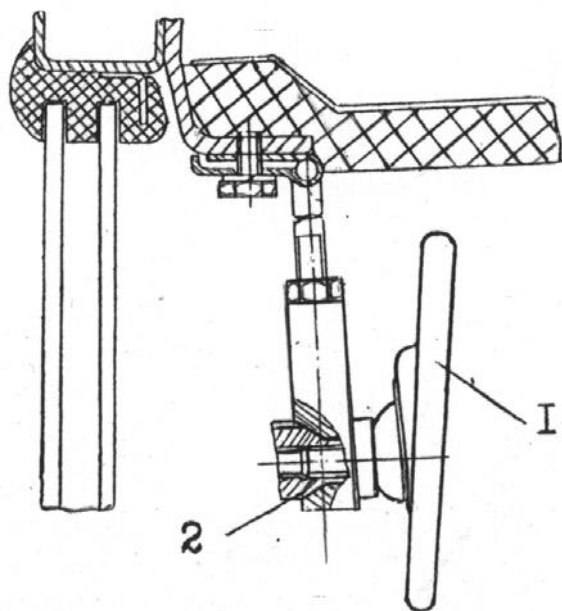

Рисунок 20 – Установка зеркала заднего вида:
- Зеркало заднего вида в кабине на кронштейне (рисунок 20).